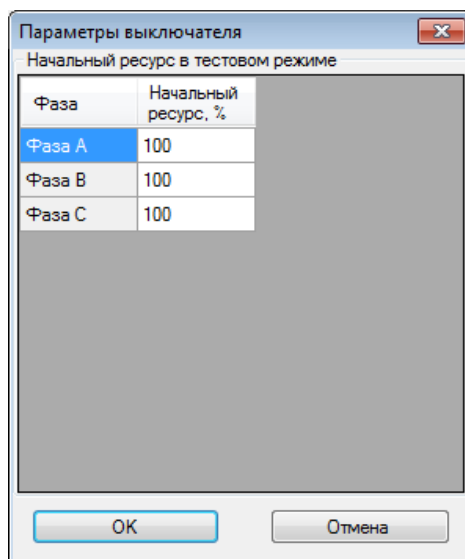

Рисунок 2.133
- г) Параметры тестового режима – задает начальные параметры выключателя для работы в тестовом режиме (см. рисунок 2.133). Тестовый режим нужен для отладки и наладки функции подсчета ресурса выключателя. В тестовом режиме переключения не влияют на реальный подсчет ресурса выключателя;